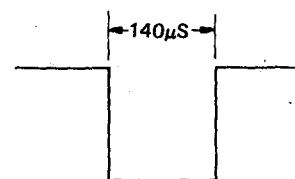

Abbildung 103.
2. Die Ausgabe des I2005 (Stift ⑦) auf einem Oszilloskop (äußere Auslösung, I2003, Stift ⑩ ⊕) beobachten und den R2032 (DS-FV-Kontrolle) so einstellen, daß der resultierende Pegel wie in Abb. 103 gezeigt, wird.